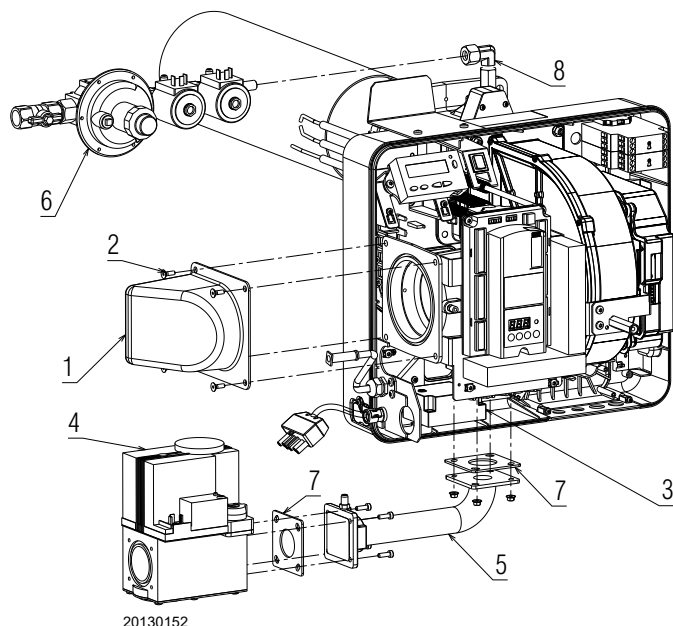

Fig. 18
- brancher les câbles de haute tension au transformateur 3)(Fig. 18) et le branchement de la sonde d'ionisation au câble ad hoc sortant de la boîte de contrôle;
- Fixer le groupe rampe 4)(Fig. 18) et le tuyau de gaz 5) à l'aide des vis, des écrous et des rondelles fournies de série. Intercaler les joints 7) comme indiqué sur la figure (Fig. 18).
- Assembler la rampe pilote fournie de série 6)(Fig. 18);
- insérer la rampe pilote 6)(Fig. 18) sur le raccord 8) et serrer l'écrou en butée;
Attention à la présence du joint 7)(Fig. 18) et à l'étanchéité du gaz.
Utiliser un frein-filet approprié et vérifier en fonctionnement l'étanchéité générale et en particulier du tuyau 5)(Fig. 18).